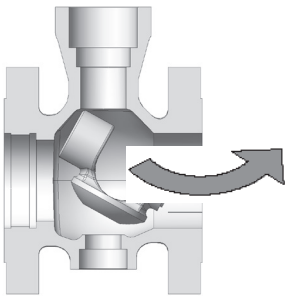

Figura 5a: Retirada del obturador
- 13.6 Retire el obturador del cuerpo. Ver Figura 5a.